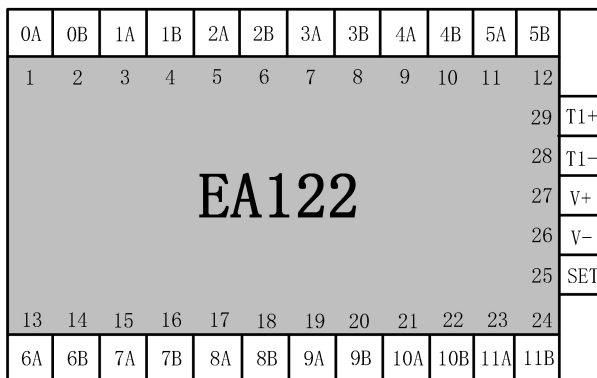

图 E-21 EA122 接线原理图
- EA122 接线原理图如图 E-21 所示, 定义了产品端子编号和逻辑符号, 供原理图设计时参考。